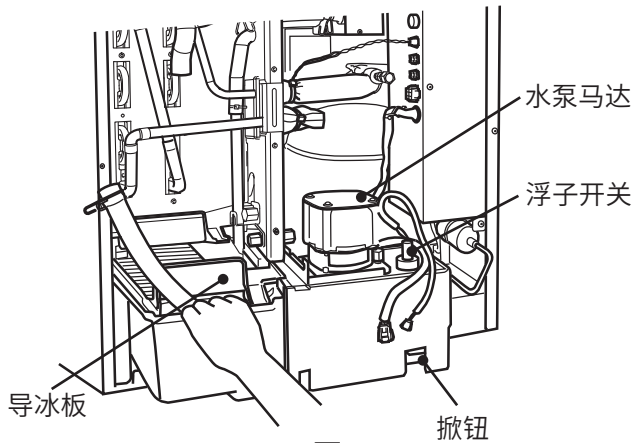

图 4
5) 将水箱、导冰板、水泵马达托架、水泵马达和浮子开关一同拉出。见图 4。